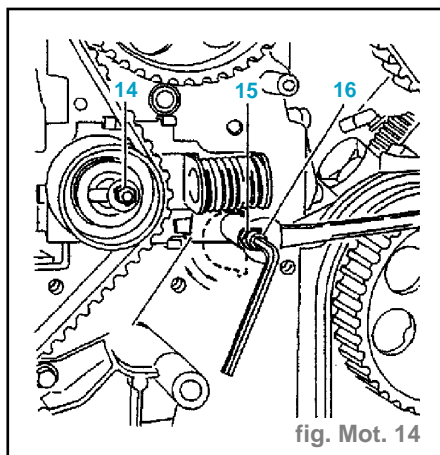

fig. Mot. 14
- le pignon d'arbre à cames (3),
- le pignon de la pompe d'injection (4).
- Détendre la courroie de distribution, en desserrant (fig. Mot. 14) :
- l'écrou (14),
- l'écrou (15) et la vis (16).
- Resserrer l'écrou (14).
- Déposer les trois piges : desserrer l'écrou (14) du tendeur (fig. Mot. 14).
- Desserrer l'écrou (14) d'un tour pour laisser agir le ressort (fig. Mot. 14).
- Couple de serrage de l'écrou (15) et la vis (16) (daN.m)..... **1**